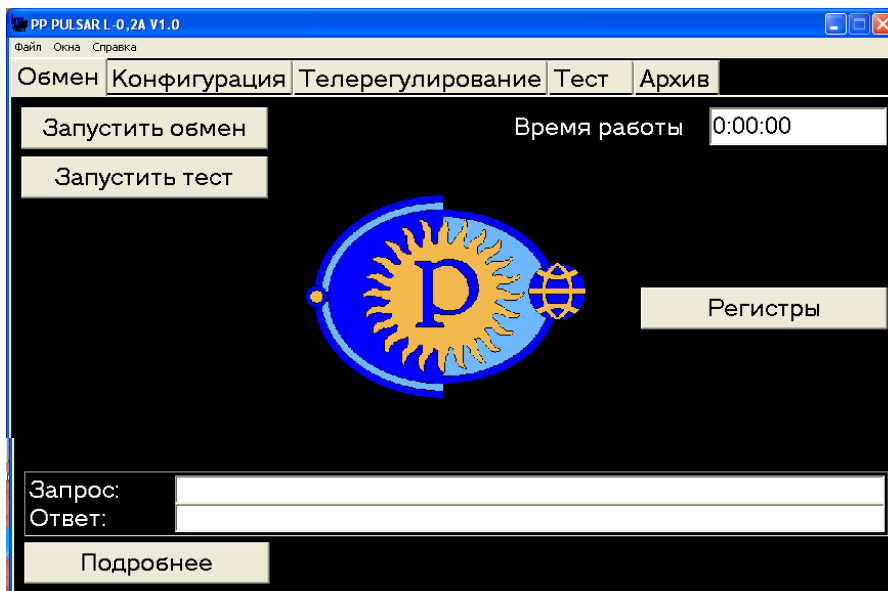
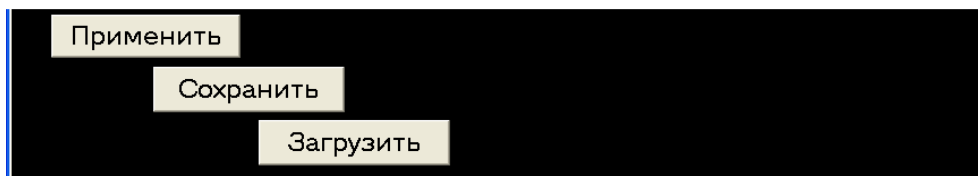

Рисунок 3
Рисунок 5
6. В открывшемся окне (см. рис. 3) нажать левой кнопкой «мыши» клавишу **Конфигурация**. В открывшемся окне (см. рис. 4) установить параметры конфигурации в соответствии с рис. 5. номер порта установить в соответствии с номером порта к которому подключен преобразователь UPort 1150.
Нажать левой кнопкой «мыши» клавишу **Применить** и затем клавишу **Обмен**. Программа вернется в основное рабочее окно (см. рис. 3).